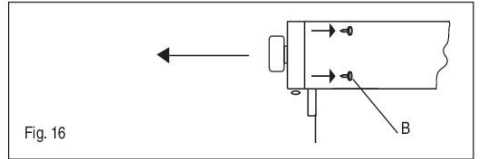

Fig. 16
- Pour démonter le tableau de bord il suffit de dévisser les 4 vis (B) internes qui fixent le tableau de bord à la façade du four (fig.16).